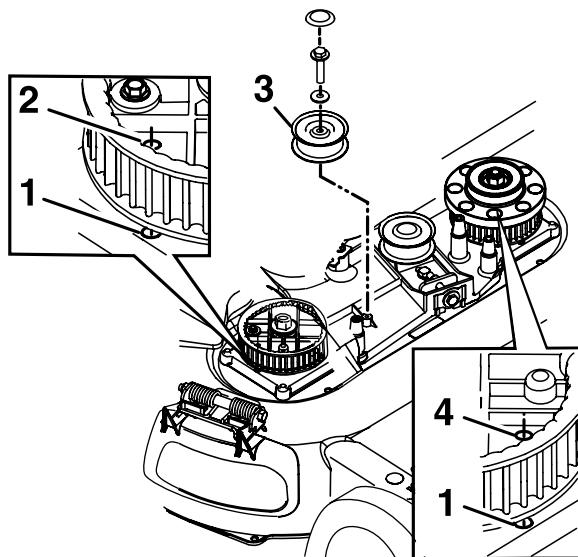

Figura 41
| 8. Retire la polea tensora fija y los herrajes (Figura 41). | |
10. Alinee los taladros de los piñones de la izquierda y de la derecha con los taladros de la carcasa, según se muestra en Figura 41.